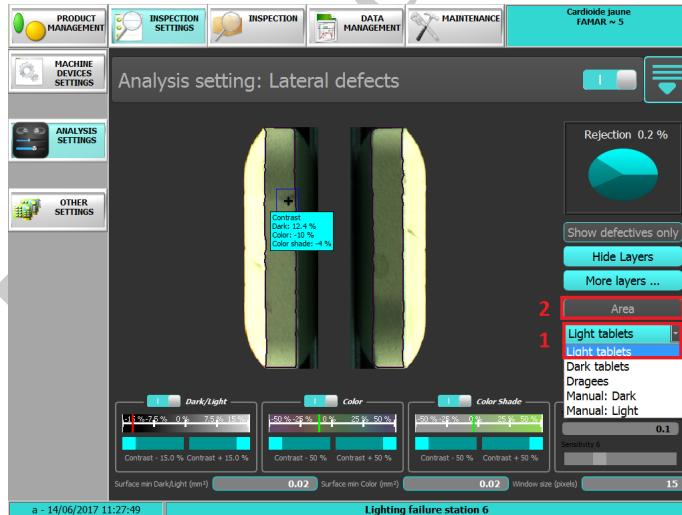

FIGURE 8.2 – Réglage de l'extraction d'un comprimé clair avec la méthode **Light Tablets**
- Sélectionner **Light Tablet** dans la liste déroulante, voir Fig. 8.2-step 1
- Cliquer sur **Area** pour affiner le réglage de la zone, voir Fig. 8.2-step 2